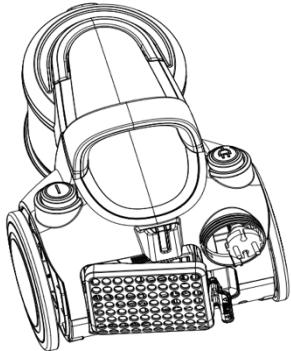

Fig.10
1) Come in fig.10, premere il blocco di uscita per aprire lo sportellino.